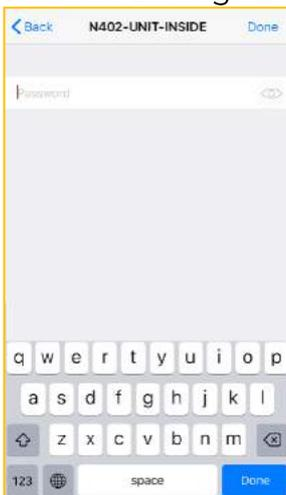

Abbildung 8
10.2.4.1 Das gewünschte Netzwerk von den angebotenen wählen und Passwort eingeben (Abb. 8).